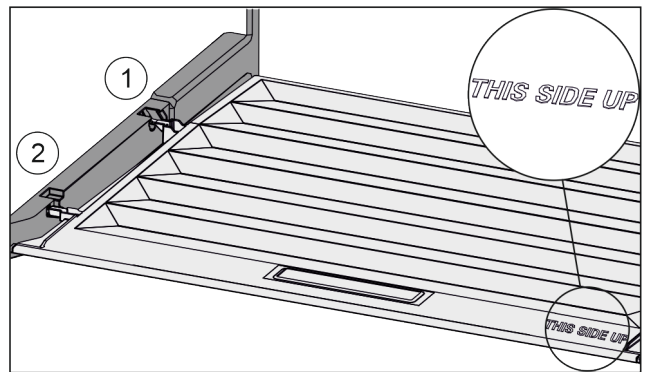

Fig. 129
- Inserire le nervature del coperchio attraverso l'apertura del supporto posteriore Fig. 129 (1) e innestare anteriormente nel supporto Fig. 129 (2).